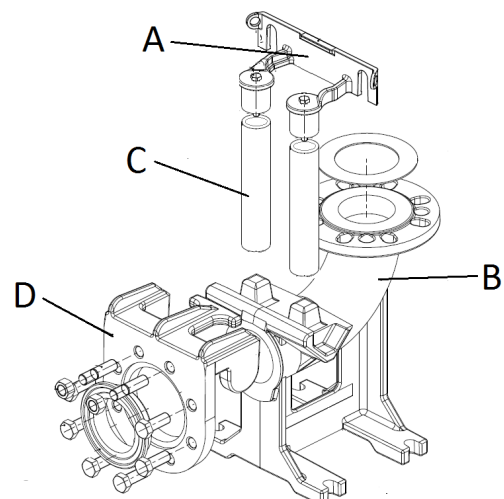

Fig. 5
- Fäst förankringsbygeln för styrrören (fig. 5 - pos. A) i tankens kant.
- Placera stödfoten för automatisk förankring (fig. 5 - pos. B) på brunns botten. Använd ett lod för att kontrollera att de koniska utstickarna för anslutning av styrrören är helt lodräta i förhållande till motsvarande utstick på förankringsbygeln på tankens kant. Kontrollera även planheten med hjälp av ett vattenpass.
- Märk ut läget för hålen på stödfoten. Fastställ därefter styrrörens (fig. 5 - pos. C) exakta längd.
- Montera specialflänsen (fig. 5 - pos. D) med slid och skena på pumpens utloppsrör. Haka fast vajern eller kedjan vid handtaget eller hålet upptill på pumphuset.